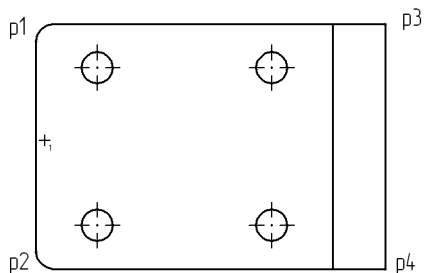

Рис. 54.16.
- 2.1. Увеличьте вид сверху во весь экран (рис. 54.16).
- 2.4. Мышью установите курсор рядом с отрезком p1–p2 (рис. 54.16) и выполните клавиатурную привязку *<Shift>+<5>*.